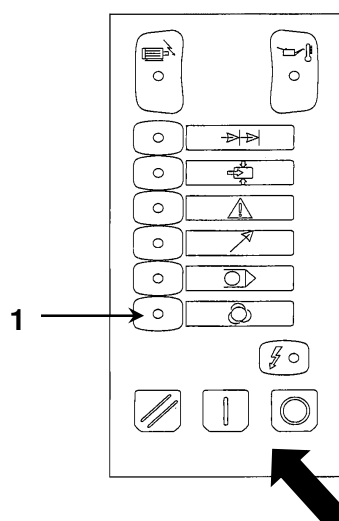

FIG. 24A
- Porniți compresorul prin comutarea selectorului pe "I" și imediat, după o secundă, opriți-l prin comutarea întrerupătorului-separator pe "0" (Fig. 24A).
ATENȚIE: pornirea mașinii are loc la 10 secunde după ce placa a fost energizată (LED-ul Ref. 1 din Fig. 24A clipește).